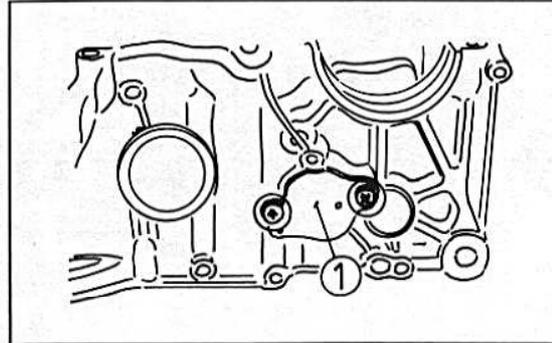

Bild 235
- Den Leerlaufschalter abschrauben (Bild 235).